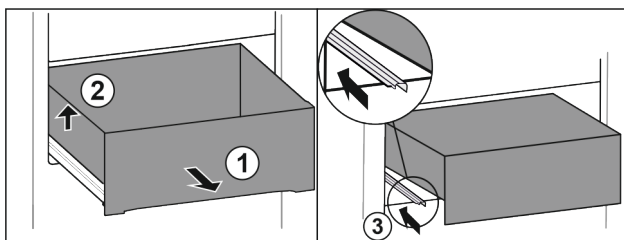

Fig. 91
- Træk skuffen ud indtil anslag. Fig. 91 (1)
- Løft skuffen i venstre side. Fig. 91 (2)
- Skub den venstre skinne ind. Fig. 91 (3)